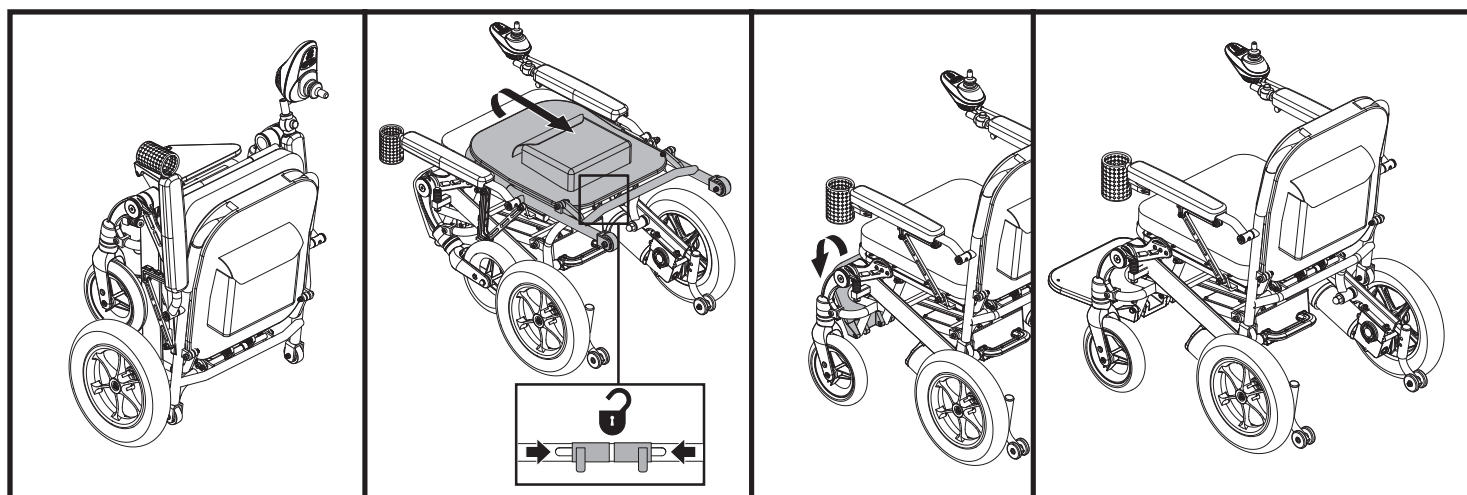

Figura 8. Desplegar el iGo+®
2. Coloque una mano sobre la parte superior del respaldo y jálala hacia abajo mientras aprieta los pasadores del mecanismo de bloqueo a la vez. **Vea la figura 8.**